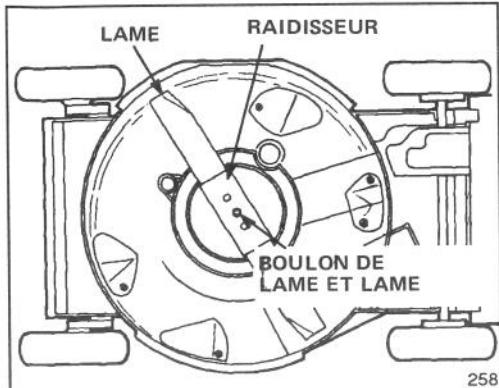

Figure 26
3. Faites basculer la tondeuse sur son côté droit (Fig. 26). Evitez de tourner la lame. Des problèmes de démarrage peuvent en résulter.
5. RETRAIT DE LA LAME — Saisissez l'extrémité de la lame en vous servant d'un chiffon ou d'un gant bien rembourré. Retirer le boulon, la rondelle Grower, le raidisseur et la lame Fig. 26.